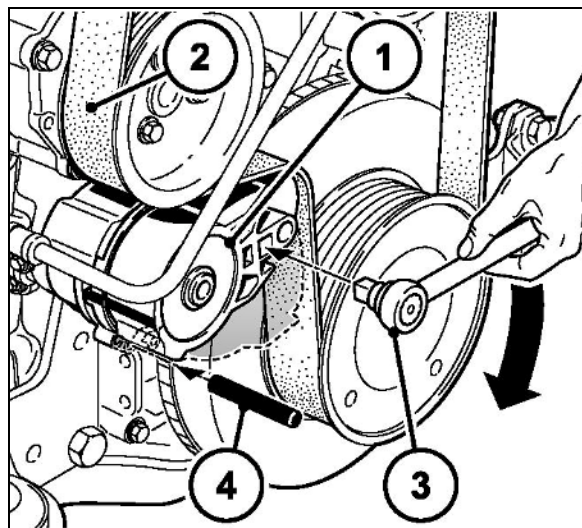

Fig. 150
1. Tryk strammerullen (Fig. 150/1) i pilens retning med en topnøgle (Fig. 150/3) til der kan fikseres en holdestift Ø6 mm (Fig. 150/4) i montageboringen.
Kileribberemmen (Fig. 150/2) er strammet.
2. Træk først kileribberemmen (Fig. 150/2) af den mindste rulle hhv. af strammerullen.
4. Læg den nye kileribberem (Fig. 150/2) på.
6. Stram kileribberemmen igen vha. strammerulle og topnøgle (Fig. 150/3). Kontrollér, om kileribberemmen ligger rigtigt i dens føring.